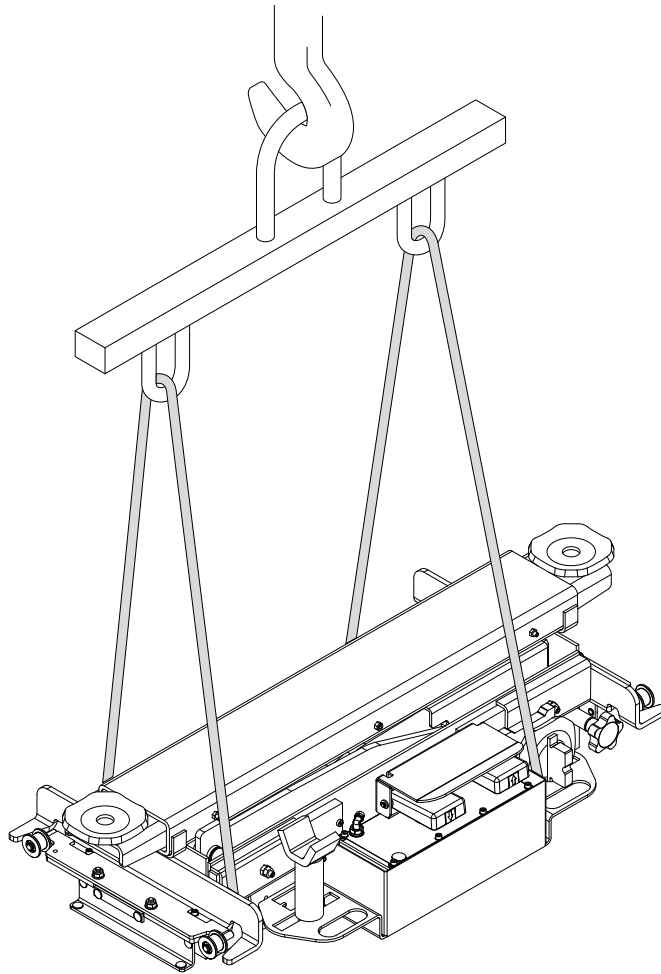

Fig. 2
- sollevare la macchina mediante l'uso di gru posizionando le brache come indicato in **Fig. 2**;
- lift the machine using a fork-lift truck (crane), positioning the forks as shown in **Fig.2**;
- die Einrichtung mit einem Kran anheben, dabei die Seile gemäss **Abb. 2** anlegen.
- soulever la machine avec un chariot élévateur (grue) en positionnant les bras comme indiqué à la **Fig. 2**;
- elevar la máquina con grúa colocando las eslingas como se indica en la **Fig. 2**;